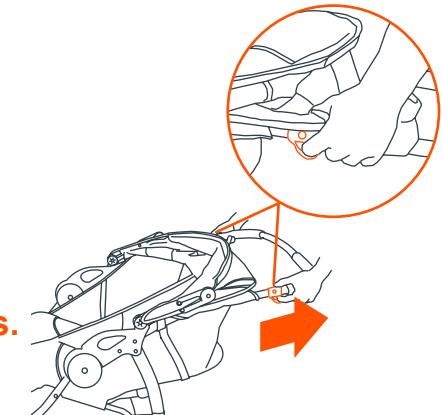
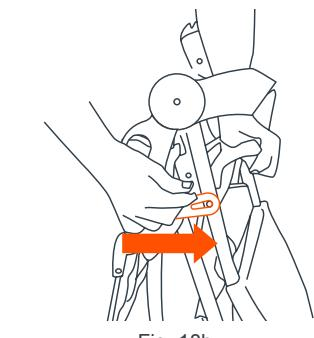

Fig. 18a
Fig. 18b
- El carrito se pliega tirando simultáneamente de cada gatillo (Fig. 18a). Cuando se sueltan los pestillos para plegar el carrito, el manubrio comienza a caer al suelo. Suelte los botones para plegar el carrito y presione hacia abajo el manubrio hasta que el carrito esté completamente plegado. El carrito se asegura en la posición plegada por el bloqueo que esta localizado en el lado derecho del carrito sobre el remache que sobresale del armazón (Fig. 18b).